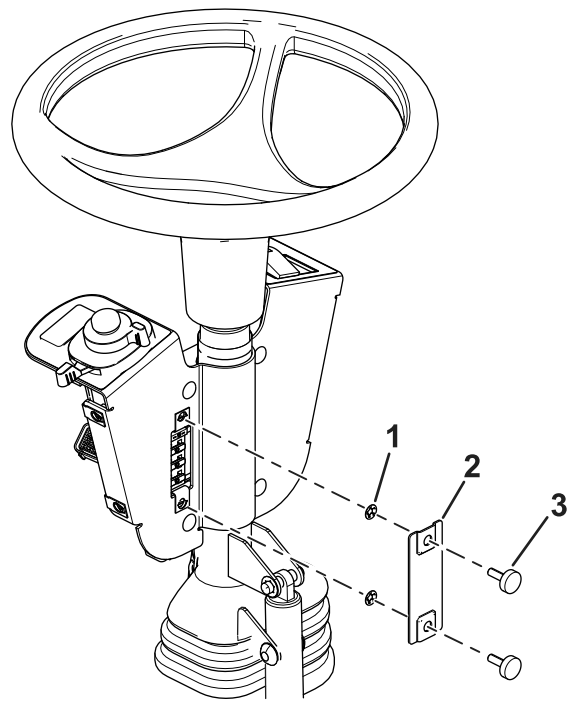

Figure 9
11. Fixez le couvercle du porte-fusibles sur le support des commandes à l'aide de 2 vis à oreilles et 2 écrous poussoirs (Figure 9).
Remarque: Veillez à installer les écrous poussoirs à l'intérieur du couvercle du porte-fusibles (Figure 9).